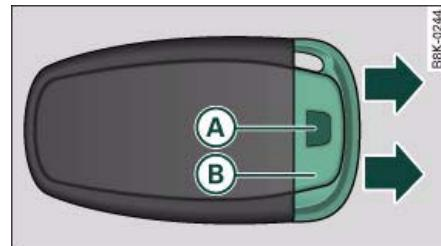

Fig. 17 Llave de control remoto:
- Pulse la tecla de desbloqueo **(A)** ⇒ fig. 17.